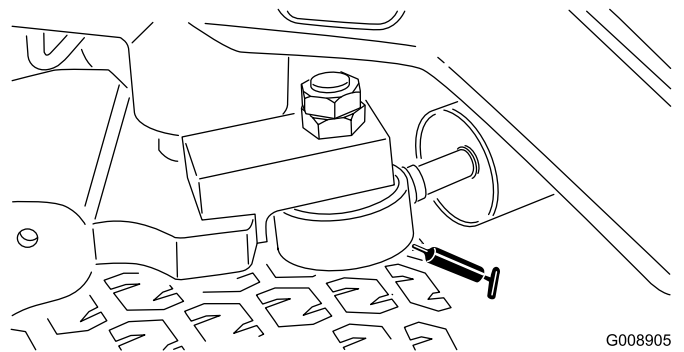

図 58
**注** ステアリングシリンダ反対側の端にグリス注入箇所を作ることができます。その場合、タイヤを外し、ニップルを付け、グリスを注入し、ニップルを外し、プラグを取り付けます (図 58)。